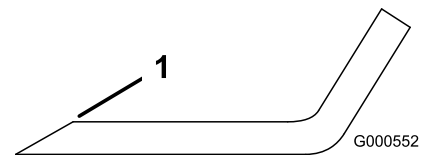

Figura 48
1. Utilice una lima para afilar el filo de corte en ambos extremos de la cuchilla (Figura 48).
Nota: Si la cuchilla no está equilibrada, rebaje algo del metal en la parte de la vela solamente (Figura 48).